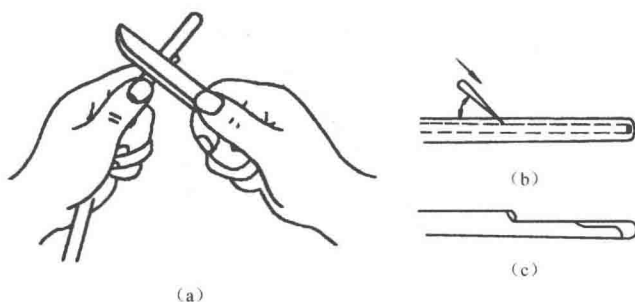

图 1-4 单芯护套线剖削方法
1) 剖削单芯护套线塑料绝缘层方法如图 1-4 (a) 所示。
①如图 1-4 (b) 所示，根据所需长度用电工刀以 45° 角倾斜切入。
②如图 1-4 (c) 所示，刀面与线芯保持 25° 角左右，用力向线端推削，注意不要切入芯线，剥去上面一层塑料绝缘。